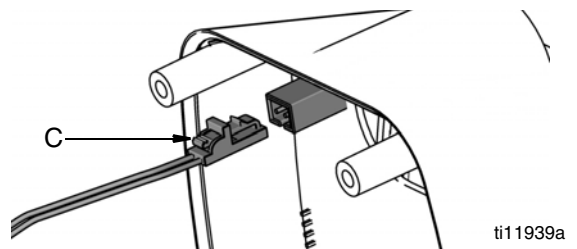

FIG. 49
- Vuelva a conectar el hilo del solenoide (C) (FIG. 49).